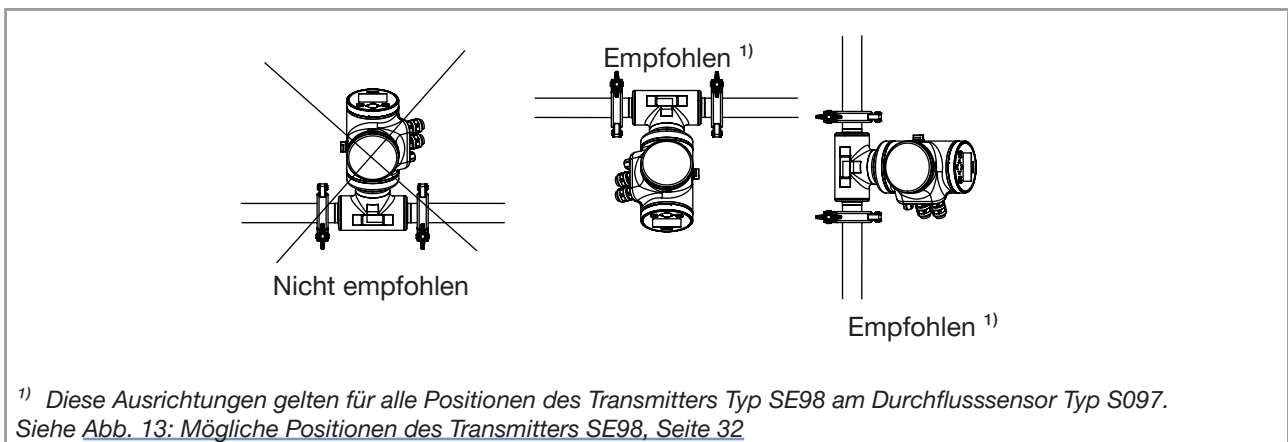

Abb. 17: Ausrichtung einer Gerätevariante mit Kabelverschraubungen, um den Einfluss hoher Flüssigkeitstemperaturen zu vermeiden
- Um sicherzustellen, dass die Innentemperatur des Transmitters mit Kabelverschraubungen den zulässigen Maximalwert nicht überschreitet, das Gerät entsprechend der Empfehlung in Abb. 17 installieren.